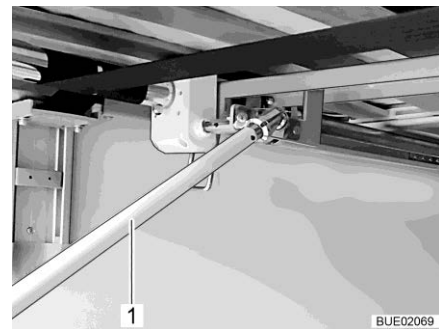

Fig. 151 Manivelle dans le garage arrière
- Pour relever le lit : tourner la manivelle (Fig. 151,1) dans le sens des aiguilles d'une montre.
Pour abaisser le lit : tourner la manivelle (Fig. 151,1) dans le sens inverse des aiguilles d'une montre.